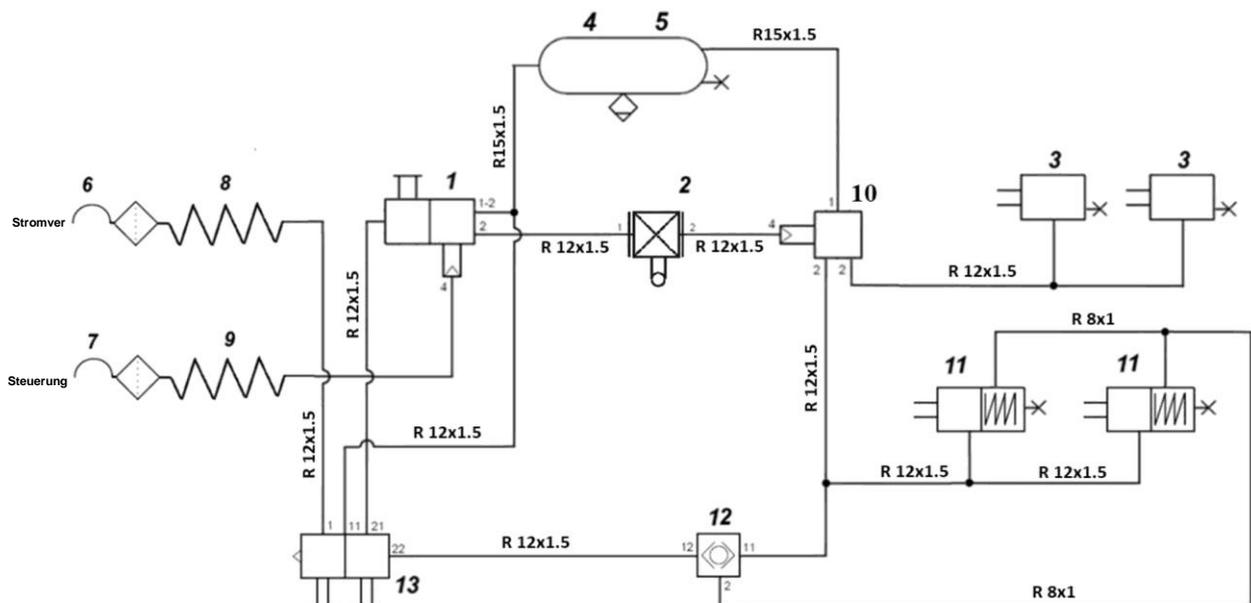

Abbildung 12. Pneumatische Zweileiter-Bremsanlage mit ALB
Der Streuer ist mit einer pneumatischen Zweileiter-Bremsanlage mit ALB (automatisch lastabhängiger Bremskraftregler) ausgestattet – Abbildung 12. Die Betätigung der Bremse erfolgt vom Fahrersitz aus durch Betätigen des Schlepper-Bremspedals. Das pneumatische Steuerventil (1) betätigt die Bremsen des Streuers gleichzeitig mit den Bremsen des Schleppers. Im Falle einer unvorhergesehenen Leitungsunterbrechung (8), (9) betätigt das Steuerventil automatisch die Bremsen der Maschine. Bei dieser Anlage regelt das ALB-Ventil (2) automatisch und stufenlos die Bremskraft auf die Räder des Streuers in Abhängigkeit vom Füllstand des Ladekastens.